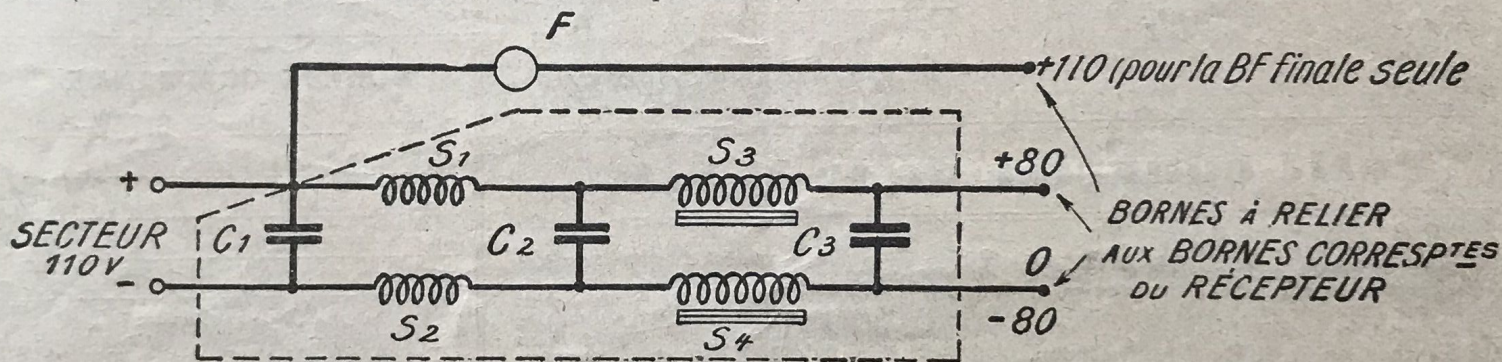

FIG. 1. — SCHÉMA DE FILTRE TENSION-PLAQUE SUR COURANT CONTINU, DONNANT 110 ET 80 VOLTS
**Premier cas.** — Ligne à 110-115 volts continu; on désire des auditions de puissance moyenne. La figure 1 indique le schéma à utiliser: on remarquera une prise directe sur le + 110, avec interposition d'une lampe fusible (F) destinée à l'alimentation de la
comme dans le cas n° 1, à la sortie du filtre établi comme sur la figure 1 (partie entourée par un trait discontinu). P2 et P1 sont deux pièces identiques, prises de courant femelles. P1 amène le courant du secteur (+ en 2, — en 1) et se trouve, par exemple, contre un mur. P2 est monté sur la boîte contenant le filtre.
Il faut noter que, dans ce procédé, il faudra prévoir des selfs de filtre (S3 et S4 de la fig. 1) de valeurs suffisantes, par exemple: 50 henrys sous 50 millis et de faible résistance ohmique: ces chiffres sont valables pour des postes de